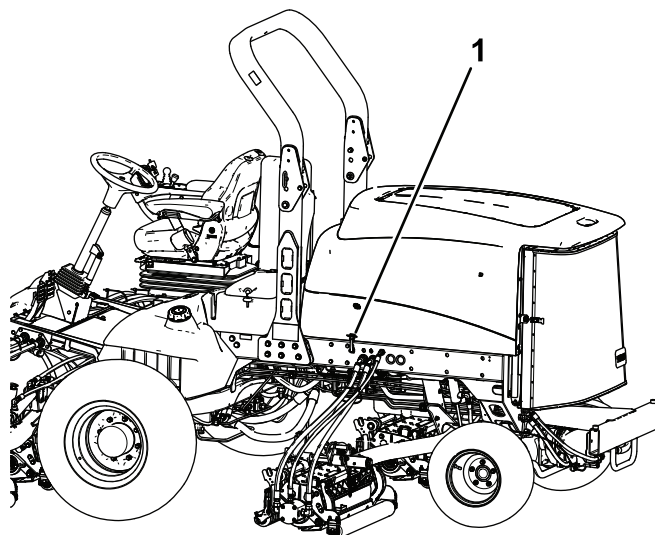

Figura 50
2. Desbloquee los cierres del capó y abra el capó (Figura 50).